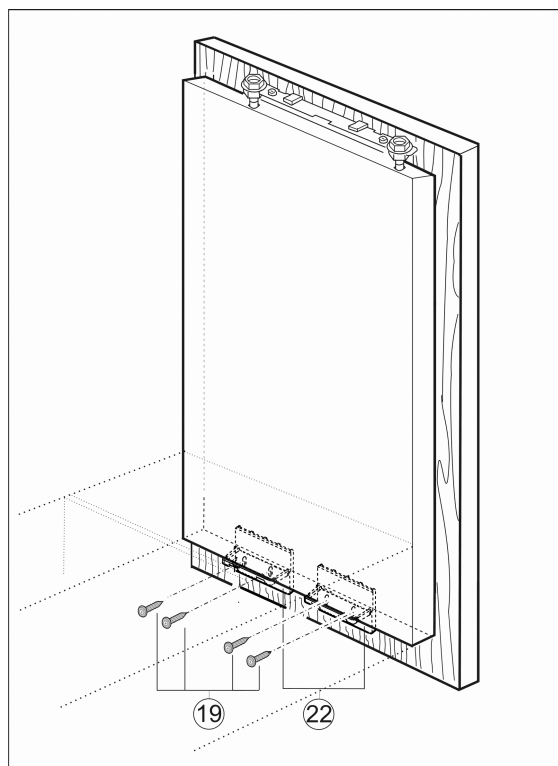

Fig. 21
- ▶ Visser la porte de l'appareil sur la porte du placard à l'aide de vis Fig. 21 (19) au travers de l'équerre de fixation Fig. 21 (22).